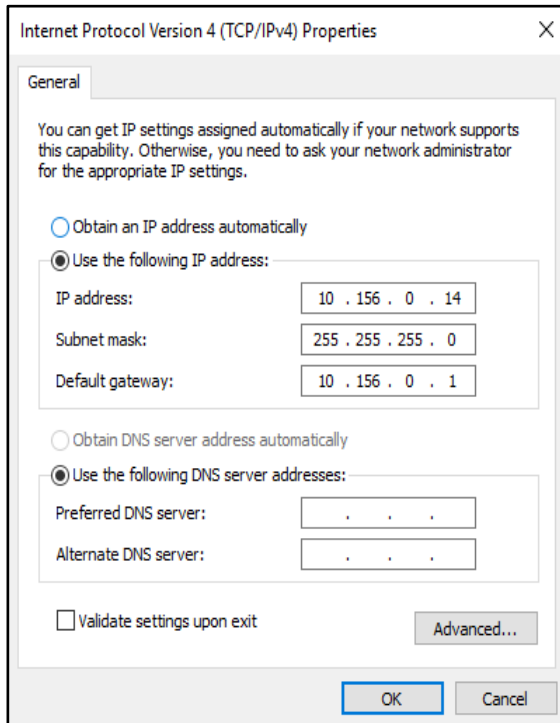
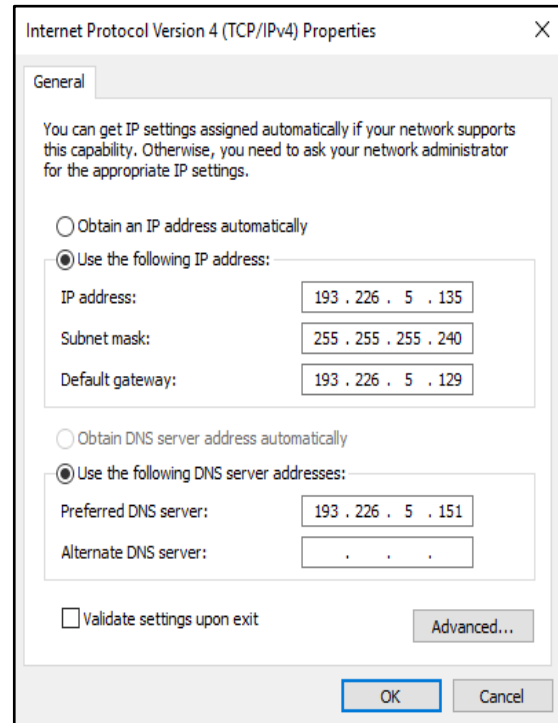

Fig 6. Exemplu IPv4 local
Fig 7. Exemplu IPv4 Ethernet
- Click dreapta pe placa de rețea selectată (ex:  Ethernet SVT Intel(R) 82579LM Gigabit Network...)
- În fereastra „Internet Protocol Version 4 (TCP/IPv4) Properties” selectăm opțiunea „Use the following IP address”, la fel ca în Fig 6. pentru server local, respectiv ca în Fig.7. pentru varianta Ethernet: